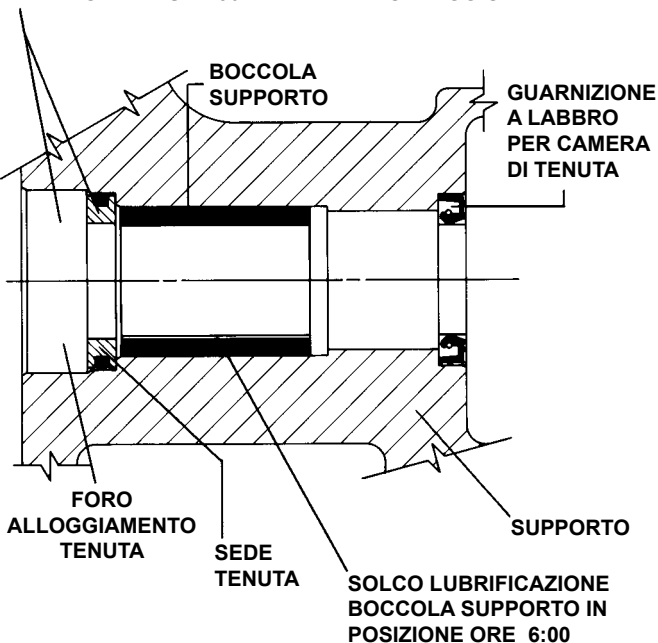

FIGURA 11
2. Inserire la sede della tenuta nel foro di alloggiamento della tenuta, vedere Figura 11. Se è necessario fare forza, proteggere la superficie di tenuta con un disco di cartone pulito e picchiettarlo gentilmente in posizione con un pezzo di legno.